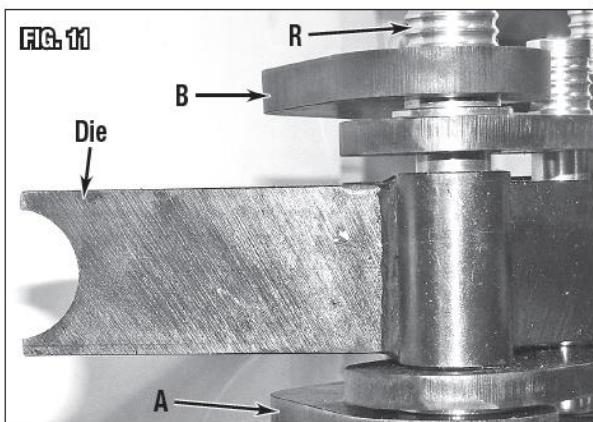

Рис. 11
- Вставить выбранную форму в раму изогнутым краем, обращенным к торцу трещотки, и зажимом, ориентированным в направлении смещения (Рис. 11).
- Вставить большую ось шарнира (R) Ø1"x 6-1/2" [Ø25x165 мм] в шарнирное отверстие и обе втулки (Рис. 11).